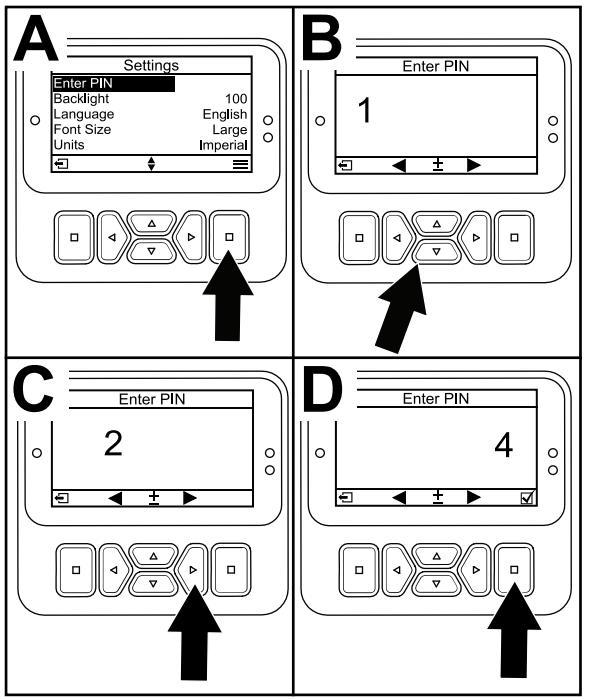

Bild 25
3. Drücken Sie für die Eingabe des PIN-Codes die auf/ab Navigationstasten **Bild 25**, bis die erste korrekte Ziffer angezeigt wird; drücken Sie dann die rechte Navigationstaste **Bild 25**, um auf die nächste Ziffer (B und C) zu gehen. Wiederholen Sie diesen Schritt, bis Sie die letzte Ziffer eingegeben haben.